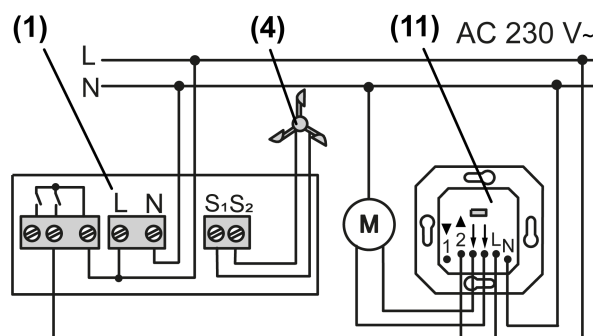

Figura 4: Schema di collegamento dell'unità di valutazione al sistema di comando veneziana (11)
- Fissare l'apparecchio con due viti (10).
- Inserire i cavi nell'apposito vano ed effettuare l'allacciamento come indicato nello schema di collegamento (Vedi figura 4).
- i** Il morsetto del distributore (5) serve per il collegamento del conduttore di protezione.